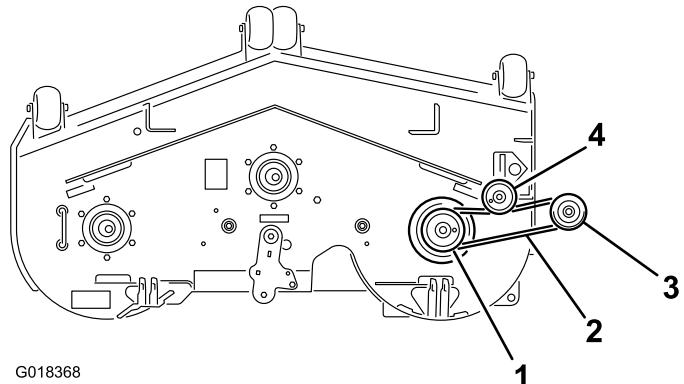

図 20
1. プロアブーリにベルトを取り付ける図 20 と 図 21。
- ベルトを駆動プーリに 図 20 および 図 21 のように取り付ける。